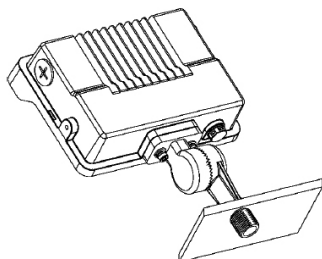

Figure 2
STEP 2: The knuckle arm allows 180° rotation as shown in Figure 2.
STEP 3: The yoke arm allows 90° rotation as shown in Figure 2.
ÉTAPE 2: Le bras du charnon permet une rotation de 180°, comme illustré à la Figure 2.
ÉTAPE 3: Le bras du berceau permet une rotation à 90° comme le montre la Figure 2.